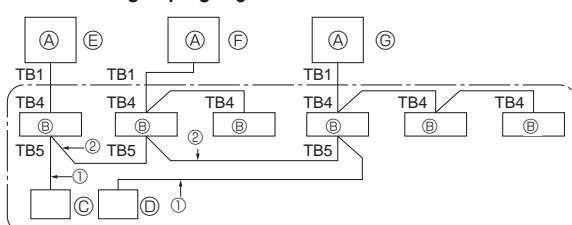

Fig. 10-1
③ Поскольку прибор автоматически останавливается через приблизительно две-три минуты после процедуры восстановления хладагента (индикаторы LED1 и LED2 горят), необходимо быстро закрыть запорный клапан газа. Пока индикаторы LED1 и LED2 горят и наружный прибор остановлен, полностью откроите запорный клапан жидкости и через три минуты повторите шаг (2).
④ Отключите питание (автоматическим выключателем).
10. Управление системой (Fig. 10-1)